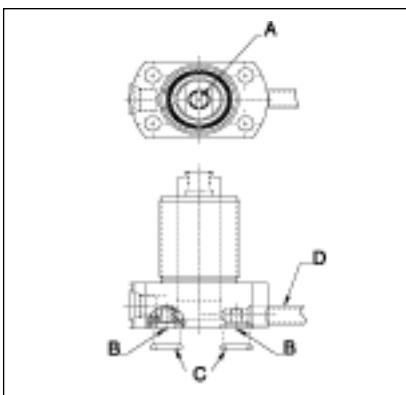

Figura 2
- Installare i supporti praticando dei fori nella struttura di fissaggio, utilizzando i controdadi accessori o imbullonando la flangia alla struttura di fissaggio. Montare il supporto in modo che lo stantuffo sia approssimativamente a metà corsa quando entra in contatto con il pezzo della struttura di fissaggio. Se si intende assicurare il supporto alla struttura di fissaggio montandolo a collettore con collegamento idraulico attraverso l'attacco inferiore, è necessario innanzitutto rimuovere il tappo filettato dell'attacco e la guarnizione di rame (B, Figura 2). Prima di montare e imbullonare il supporto, lubrificare l'O-ring in dotazione e montarlo (vedi Figura 2) nella sede, di dimensioni maggiorate, intorno all'attacco. Fare attenzione a che, durante il montaggio, l'O-ring non venga intaccato né danneggiato in altro modo, o ne possono derivare trafileamenti. Per assicurare che il montaggio del collettore sia a perfetta tenuta, verificare che la superficie di montaggio della struttura di fissaggio non si scosti dalla planarità di più di 0,08 mm (0.003") e che la rugosità non superi Ra 0,8 (32 mpollici rms).
- Ognqualvolta esista il rischio che refrigerante, detriti e/o trucioli risultanti dalla lavorazione possano penetrare nel cilindro attraverso l'attacco di sfato (vedi Figura 2), collegare all'attacco un tubo di lunghezza tale che il suo sbocco si trovi in una zona protetta da trucioli, refrigerante, ecc.